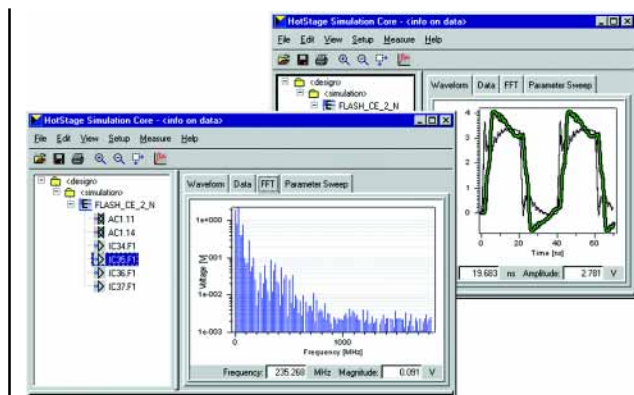

Рисунок 4 Ядро моделирования программы Hot-Stage может работать как во временной, так и в частотной областях
- Пакет Hot-Stage имеет возможность проводить моделирование как в частотной, так и во временной области (рис. 4).